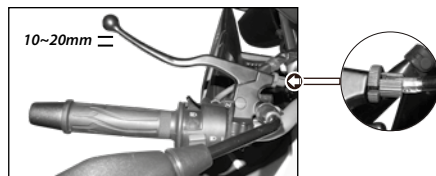

Imagen 19. Ajuste de la palanca del embrague.
1. Ubicar la contratuerca y el tornillo templador de ajuste de la palanca del embrague. Ver imagen 19-B.
3. Girar el tornillo templador. La carrera libre del extremo de la palanca del embrague debe estar entre los 10~20 mm. Ver imagen 19-A.